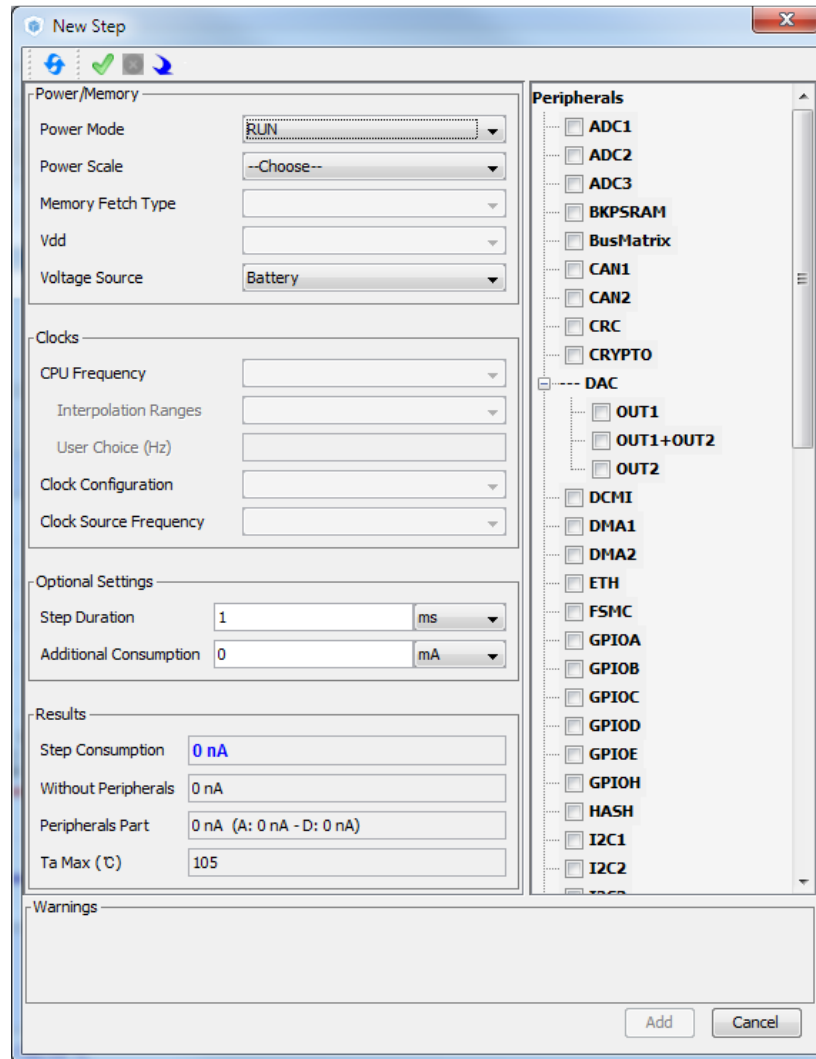

Figure 32 Power consumption sequence: new step default view
- Sequence 테이블에서 하나의 step 을 선택 후 **Duplicate** 를 클릭합니다. 복사된 step 설정상태로 **New Step** 창이 열립니다(Figure 32 참조).